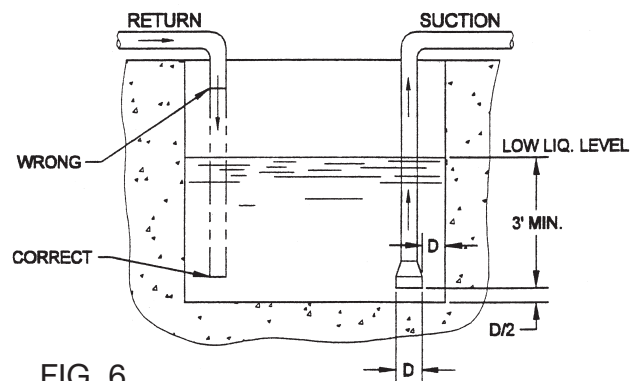

FIG. 6
5. Cuandoquiera sea posible, el final de la succión debería ser un mínimo de 3' debajo del nivel del líquido (Fig. 6). El líquido cerca la succión de tubo debería ser libre de agitación para prevenir aire de entrar la línea de succión.
6. Líquido regresando al embalse no debería entrar cerca del tubo de succión de bomba, y el líquido no debería caer de un nivel alto (Fig. 6).
7. Si una válvula de pie no se usa en la línea de succión, es una buena práctica "to bell out" el tubo de succión para bajar las velocidades de entrar a la cala (Fig. 6).